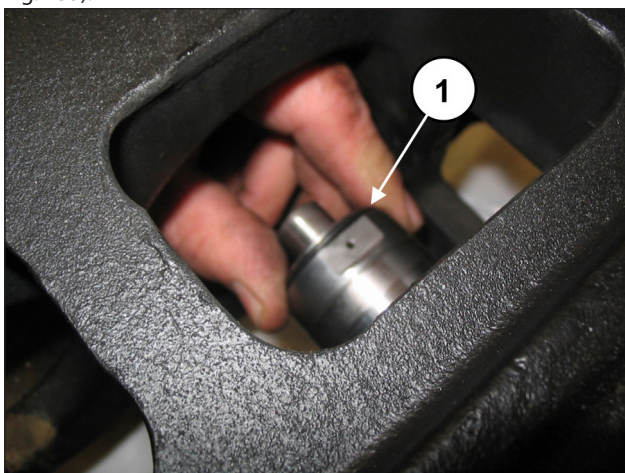
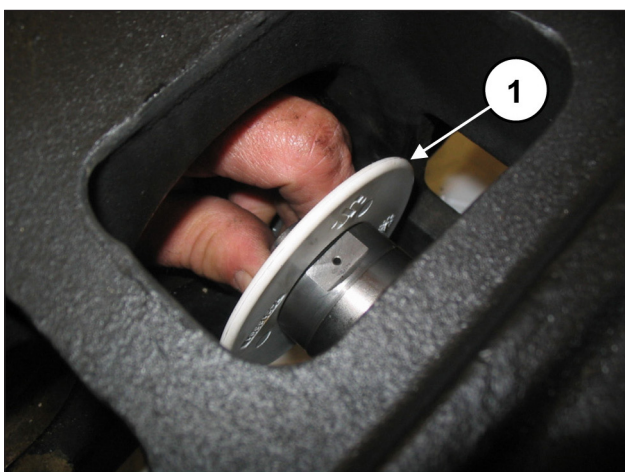

Fig. 134
Fig. 135
Posizionare il paraspruzzi completo di O-ring nell'alloggiamento sul guida pistone (pos. ①, Fig. 134 e Fig. 135).